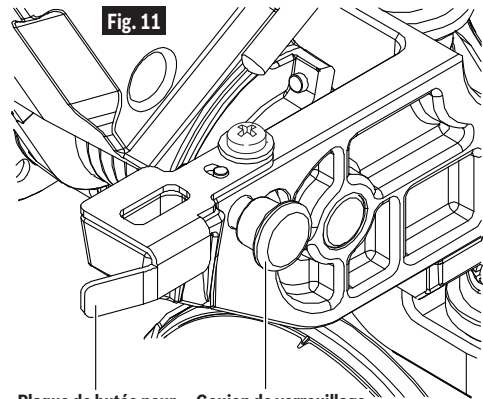

Fig. 11
3. Tout en appuyant sur la tête de la scie et en la maintenant enfoncée, appuyez sur le goujon de verrouillage de l'ensemble de tête. Relâchez l'ensemble de tête. La tête est maintenant verrouillée en position abaissée (DOWN) (voir Figure 11).